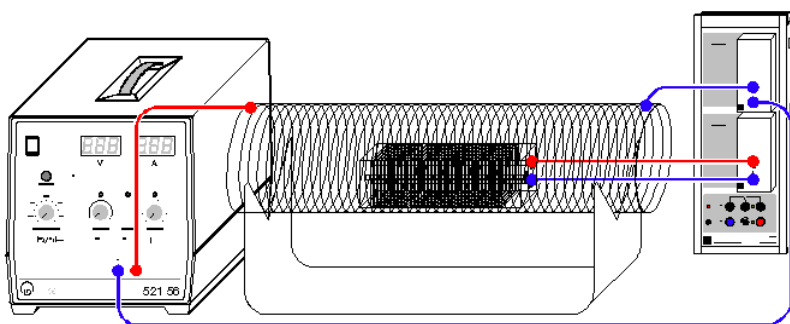

Figura 1 Fuente: LD Didactic
Para realizar el montaje, siga los siguientes pasos con ayuda de la figura 1.
3. Conecte el Sensor Cassy a las bobinas como se indica en la figura 1, mediante las unidades 30A (en el input A) y la unidad μV (en el input B).